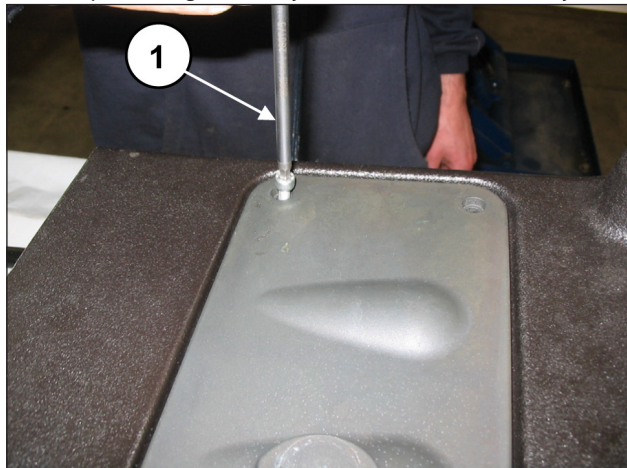
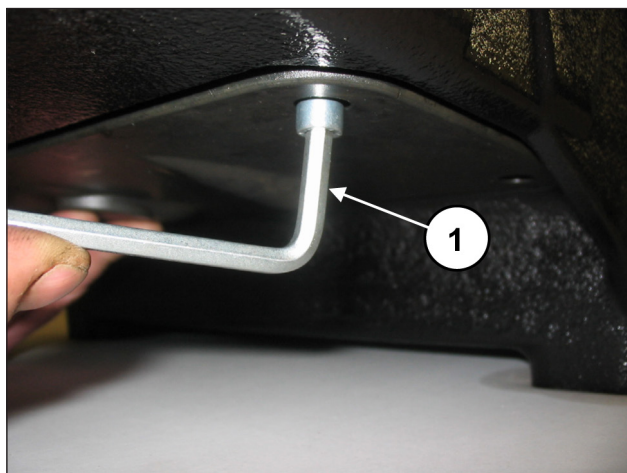

Fig. 139
Fig. 140
Desmontar las tapas de inspección superior (pos. ①, Fig. 139) e inferior (pos. ①, Fig. 140) aflojando los 4+4 tornillos de fijación.